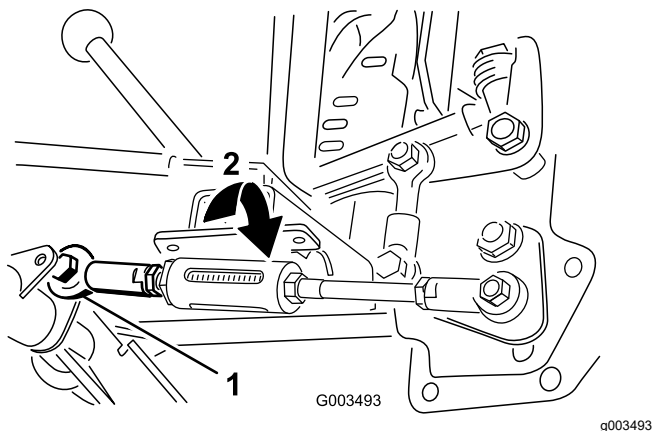

图 20
3. 拧紧固定弹簧杆的锁紧螺母直到显示出 6 毫米到 13 毫米的螺纹以对弹簧施加张紧力图 20。